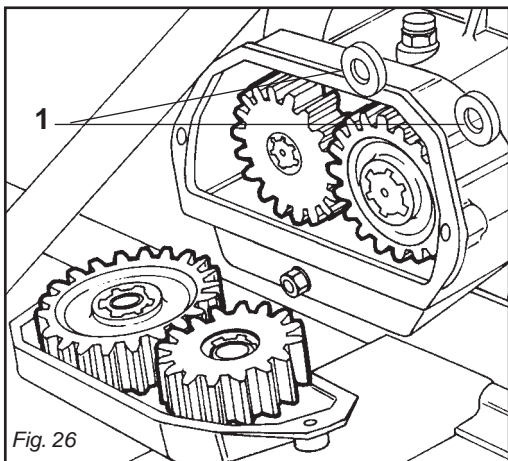

Fig. 26
**Fare attenzione durante l'operazione a non far cadere i distanziali (1 Fig. 26), all'interno della scatola cambio.**
*Machine are equipped with a gearshift (Fig. 26), with one pair of gears.*
**While changing gears pay attention that the spacers (1 Fig. 26) fitted behind the gears do not fall in the gearbox.**
*Les machines sont équipées d'une boîte de vitesse (Fig. 26), avec un couple d'engrenages.*
**Au changement des pignons faire attention que les entretoises (1 Fig. 26) montées derrière les pignons ne tombent pas dans le boîtier.**
Die Maschine sind mit Wechsel-getriebe (Abb. 26), mit einem Räderpaar ausgestattet.
**Während sie das Getriebe veraenden, bitte passen sie auf, dass die Distanzialstuecke (1 Abb. 26) hinten den zahnraedern nicht in das Getriebe fallen.**
Las máquinas están equipadas de cambio de velocidad (Fig. 26), mediante un par de engranajes.
**Quando cambian los engranajes pres-tan atencion que los distanciadores (1 Fig. 26) montados detras de los engranajes no caen en el cambio.**
La caduta dei distanziali (1 Fig. 26), all'interno della scatola cambio può causare la rottura degli ingranaggi.
*The falling of the spaces (1 Fig. 26) inside the gearbox can cause the braking of the gears.*
*La chute des entertoises (1 Fig. 26) a l'intérieur de la boîte de vitesse, peut causer la rupture des pignons.*
Der verfall der Distanzialstücke (1 Abb. 26) kann der bruch der zahnrad.
La caída de los espaciadores (1 Fig. 26) puede causar la ruptura de los engranajes.